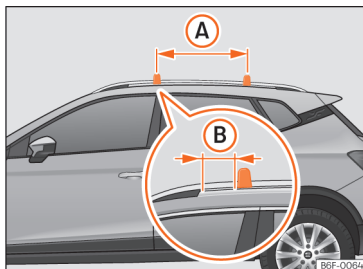

Fig. 148 Pontos de fixação das barras longitudinais para o porta-bagagens de tejadilho.
As barras transversais montam-se nas barras laterais do tejadilho. A distância entre barras transversais >>> **Fig. 148** (A) deverá ser 75 cm e a distância das barras transversais aos suportes das barras laterais do tejadilho (B) deverá ser de 5 cm.